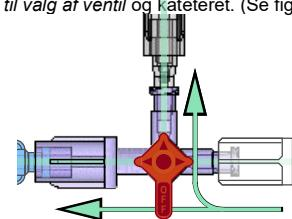

Figur 4 – Stophanen til valg af ventil på DyeVert
- a. Alt efter den kateterstørrelse, der bruges til proceduren, og i overensstemmelse med det væskeflow, der er vist i figur 1, skal *stophanen til valg af ventil* drejes til den tilsvarende position for "4F og 5F" eller "6F og 7F". (Se figur 4)